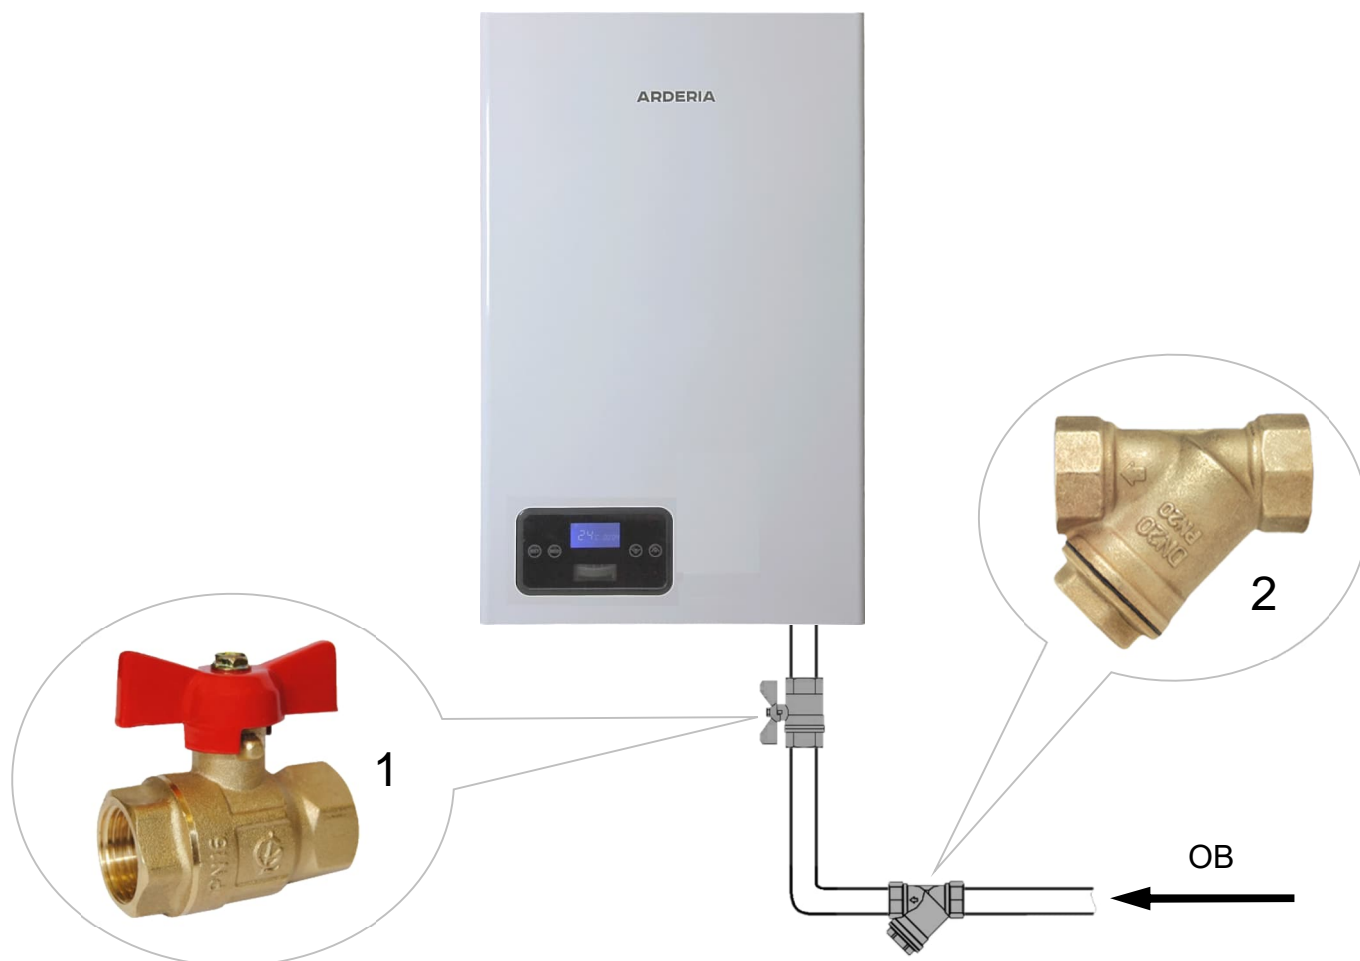

Рис. 19 Монтаж труб системы отопления
- Для осуществления ТО электродкотла, рекомендуется перед присоединительными патрубками котла установить запорные краны, которые должны быть расположены так, чтобы их поворотные ручки были доступны (См. Рис. 19).
- Настоятельно рекомендуется на обратном трубопроводе СО, на входе ОВ в электродоме установить косой сетчатый фильтр для очистки ОВ от нежелательных примесей и отложений (См. Рис. 19). Рекомендуется устанавливать фильтр с сеткой (фильтрующим элементом), у которой размеры ячеек 300-500 микрон.